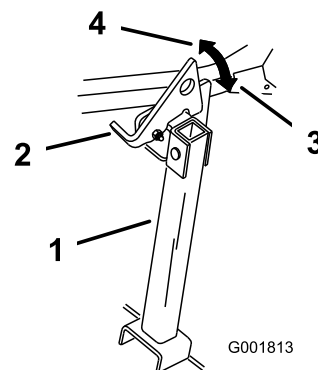

Figura 33
2. Alzate il dispositivo di chiusura per sbloccarlo (Figura 33).